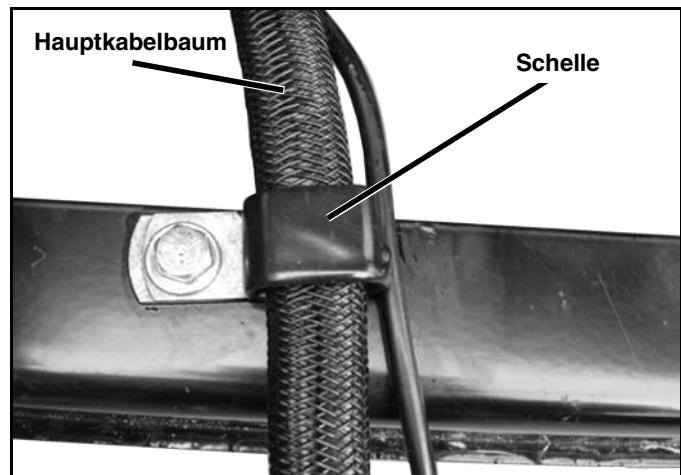
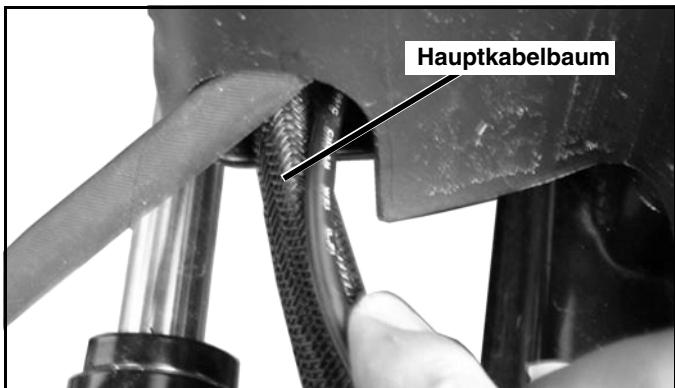

Abb. 1-10
Abb. 1-9
2. Verlegen Sie das vieradrige Kabel am Empfänger zum Hauptkabelbaum. Verbinden Sie es bei Bedarf mit Kabelbindern am Hauptkabelbaum. Stellen Sie sicher, dass das Steuerkabel innerhalb der Klemmen des Hauptkabelbaums und weiter zusammen mit dem Hauptkabelbaum verläuft. Lassen Sie ausreichend Platz für die Verbindung mit dem Fahrzeugkabelbaum. Achten Sie darauf, dass das Kabel nicht eingeklemmt wird. Zu lange Kabel sind zusammenzulegen und mit Kabelbindern unter der Pumpenabdeckung zu sichern. (Siehe Abb. 1-9 und Abb. 1-10).